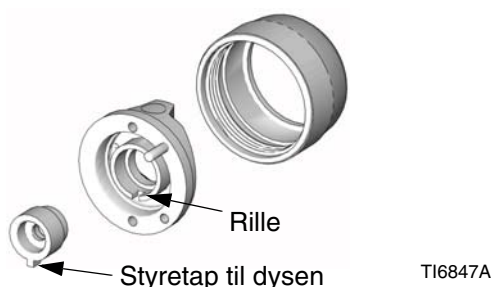

FIG. 7
3. Ret dysens lokaliseringstap ind efter rillen på lufthætten. Se FIG. 7.
4. Stram lufthættens holdering (8) forsvarligt med hånden for at sikre, at dysepakningen og diffuseren (10) slutter tæt.